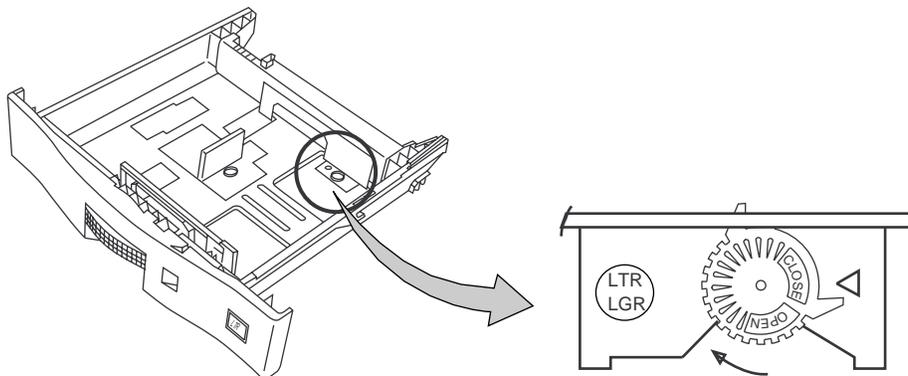

Abbildung 2-64 Papierführung arretieren
5. Drehen Sie die blaue Arretiervorrichtung der Papierführung in Uhrzeigerrichtung in die Position CLOSE. Siehe Abbildung 2-64.